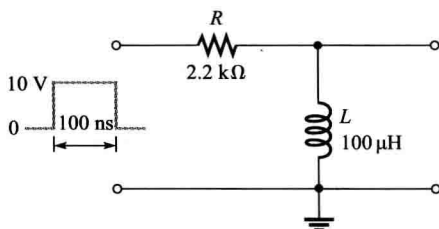

图 15-63
18. (a) 试问图 15-63 中的 τ 是多少?
19. 若将 $t_w = 250 \mu s$ 、 $T = 600 \mu s$ 的周期性脉冲波形加到图 15-63 中的电路, 试画出输出波形。